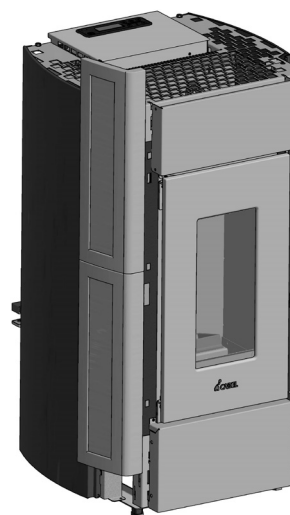

Fig. 39 - Enganche de nuevo las mayólicas
- Enganchar de nuevo (véase **Fig. 39**).